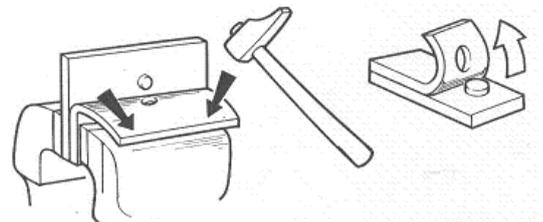

Figure.7.9
- Procéder à des essais dans les mêmes conditions que le travail à effectuer et procéder au déboutonnage des points. Le noyau de la soudure doit rester sur l'une des tôles (Figure.7.9).